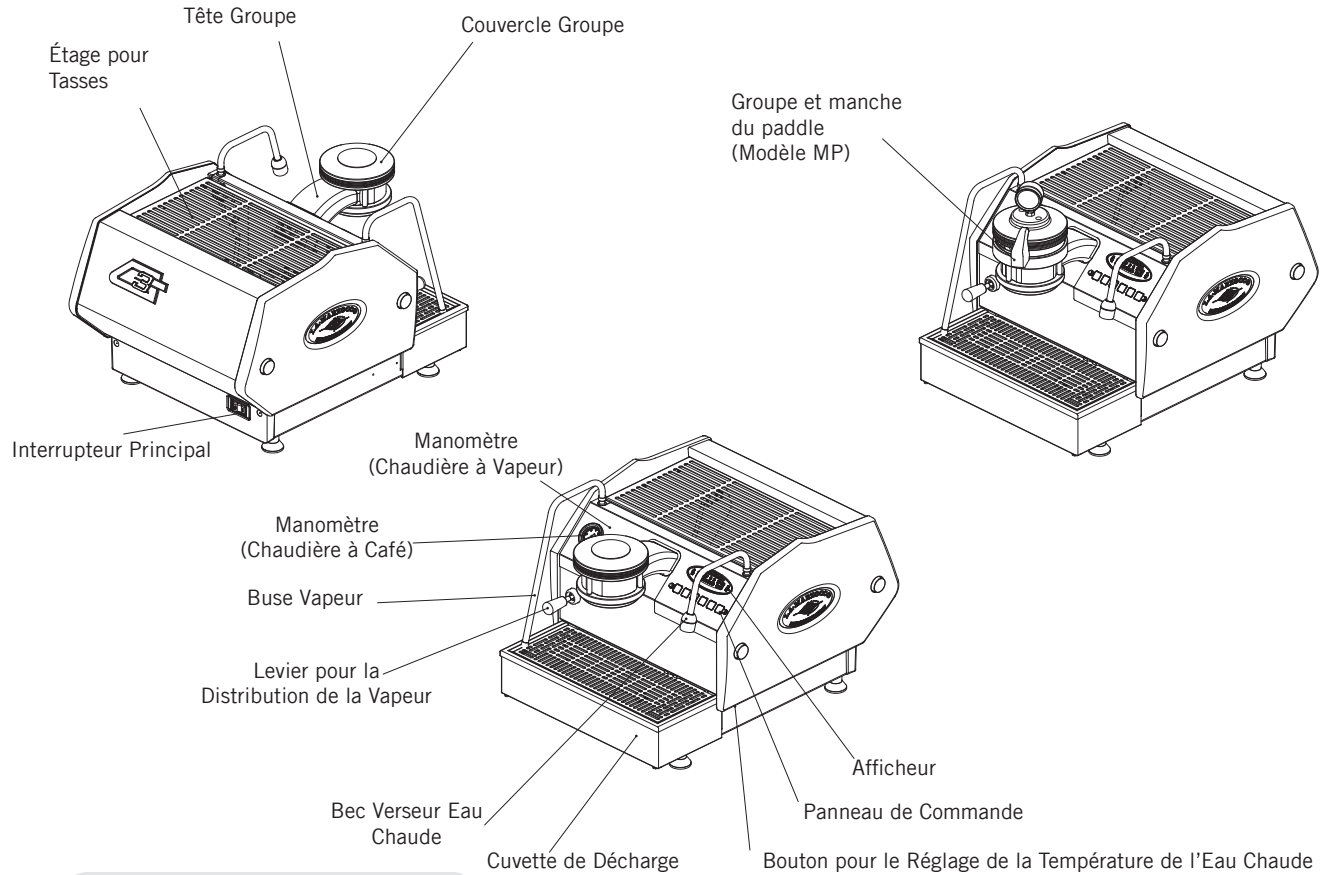

Figure 2 - Description de la Machine
2. Distribution du Café. Il est à présent possible d'enlever le porte-filtre pour préparer les boissons à base de café. Mettre du café dans le porte-filtre en utilisant un filtre une dose ou deux doses. Presser le café moulu à l'aide du tasseur fourni et installer le porte-filtre sur la GS/3. Sur le modèle AV, appuyer sur un bouton de distribution pour lancer le procédé de distribution ou déplacer la poignée du panneau de commande de droite à gauche pour commencer la distribution sur le modèle MP (voir Fig. 2).